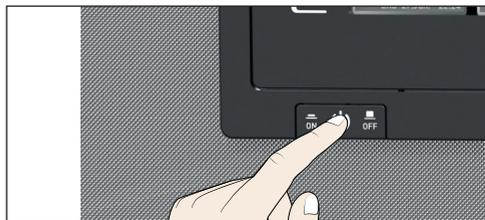

Fig. 26 Apagar el equipo
1. Si hay un filtro HEPA en el interior del conducto del ventilador (Equipo adicional, Fig. 26) está montado: Retire el filtro HEPA. Puede dañarse durante la esterilización.